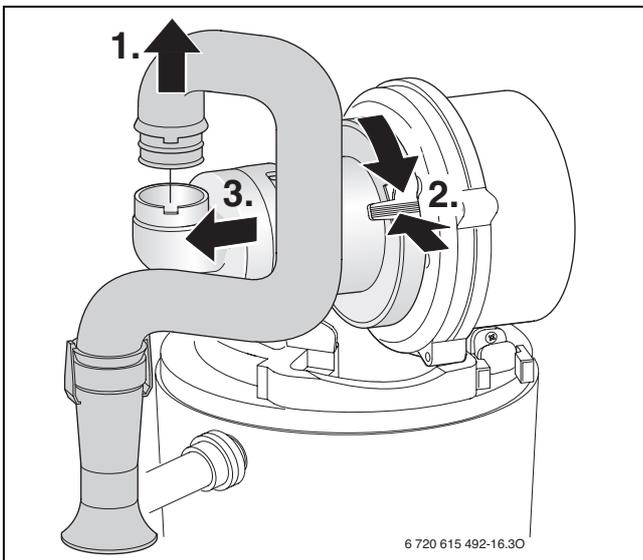

Fig. 57
- ▶ Smontare il dispositivo di miscelazione secondo la fig. 57.